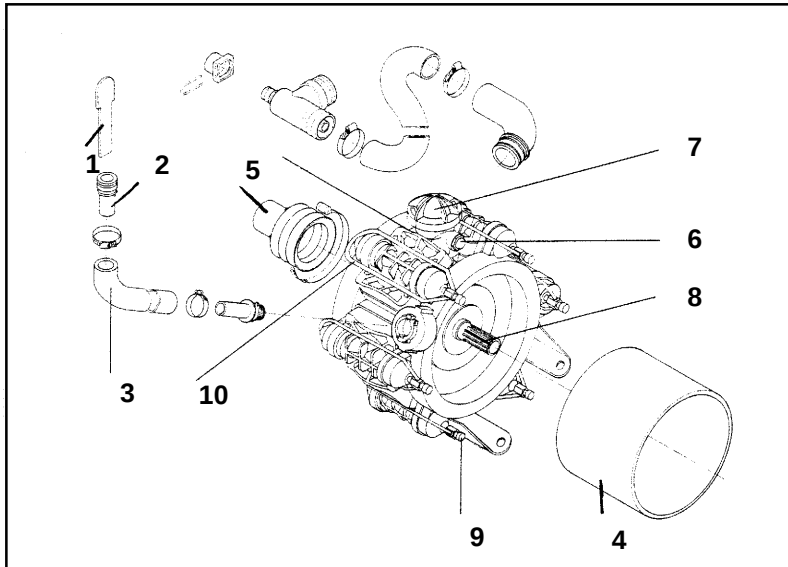

Fig. 9.1
- Tournez l'arbre d'entraînement (fig. 9.1/8) à la main, jusqu'à ce que toute l'huile usagée soit évacuée. Indépendamment de cette procédure, il est possible de vidanger l'huile par le bouchon de vidange (fig. 9.2/3).